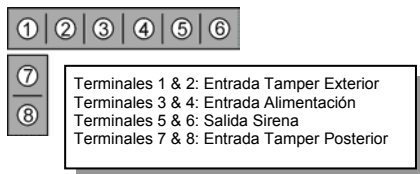

Figura 2: Conexiones de Cableado
4. Conecte un transformador 12VDC o 9VAC, 500mA con los terminales 3 y 4 en el bloque de distribución de la sirena (la polaridad no importa) – vea Figura 2.